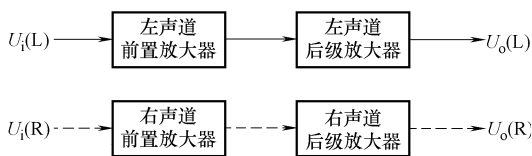

图3-20 实线和虚线示意图
1) 分析信号传输。了解整机电路图中的信号传输过程时,主要是识图中箭头的方向,箭头所在的通路表示了信号的传输通路,箭头方向指示了信号的传输方向。在一些音响设备的整机电路框图中,左、右声道电路的信号传输指示箭头采用实线和虚线来分开表示,如图3-20所示。